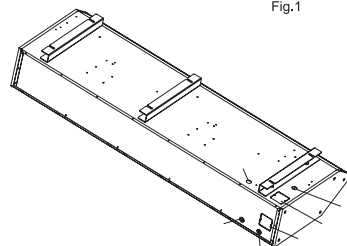

Fig.2
3. Após a seleção da posição de montagem, abra os furos correspondentes para a passagem da tubulação frigorígena, dos cabos elétricos, e do dreno, conforme fig. 2.